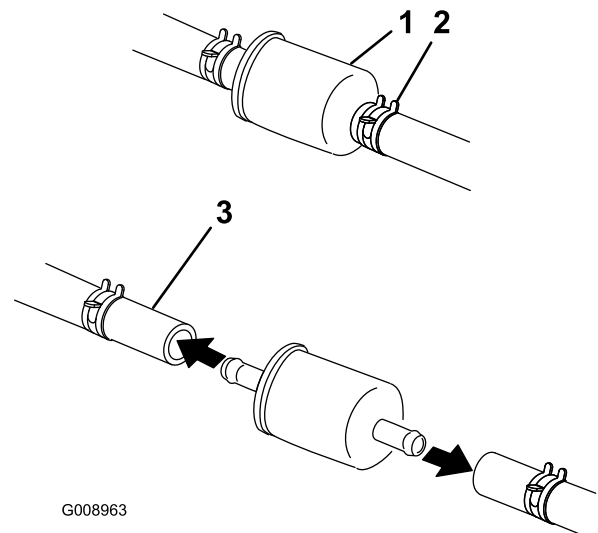

Figura 56
5. Chiudete la valvola di intercettazione del carburante sotto il sedile (Figura 56).
6. Premete le estremità delle fascette stringitubo ed allontanatele dal filtro (Figura 56).
- Montate un nuovo filtro ed avvicinate le fascette stringitubo al filtro (Figura 56).